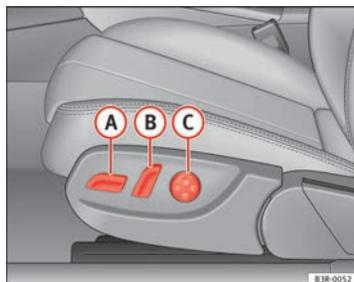
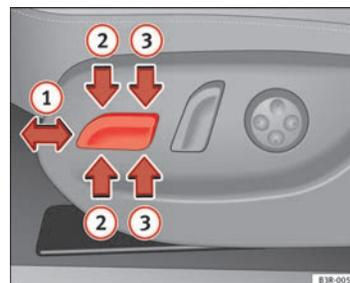

Fig. 106 Asiento delantero: Mandos para el ajuste
Fig. 107 Asiento delantero: Mandos para el ajuste de los asientos
- Desplace el mando (A) ⇒ fig. 106 hacia adelante o hacia atrás (1) ⇒ fig. 107 ⇒ Δ.